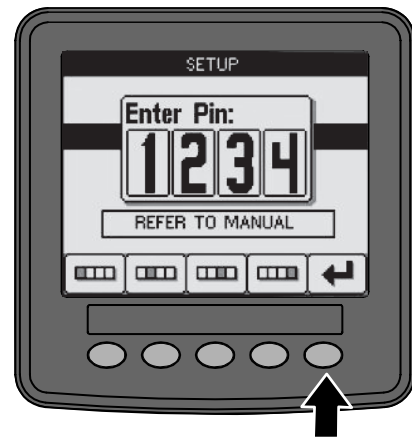

図 17
3. PIN を入力し終わったら Enter アイコンを選択する 図 17